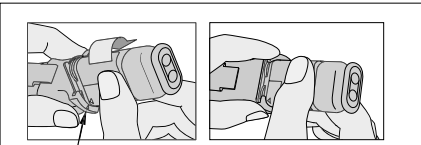

Fig. 3
- b. Charger la cartouche dans le bloc distributeur de pâtes. (Fig. 3)
- Cargar el cartucho dentro del aplicador Paste Pak Dispenser. (Fig. 3)